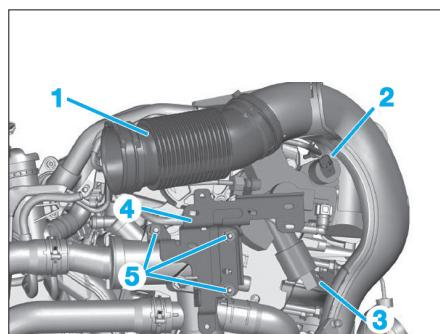

Fig. 31
- le conduit d'air (1) (Fig.31).
- Débrancher les connecteurs (2) et (3).
- Écarter le faisceau électrique attenant au support (4).
- les écrous (5)
- le support (4) du faisceau électrique